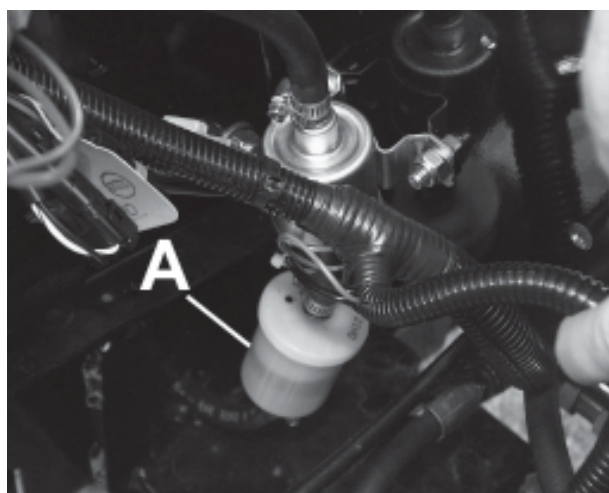

Fig. 12
Sostituire il carburante in linea (A) (Fig. 12)